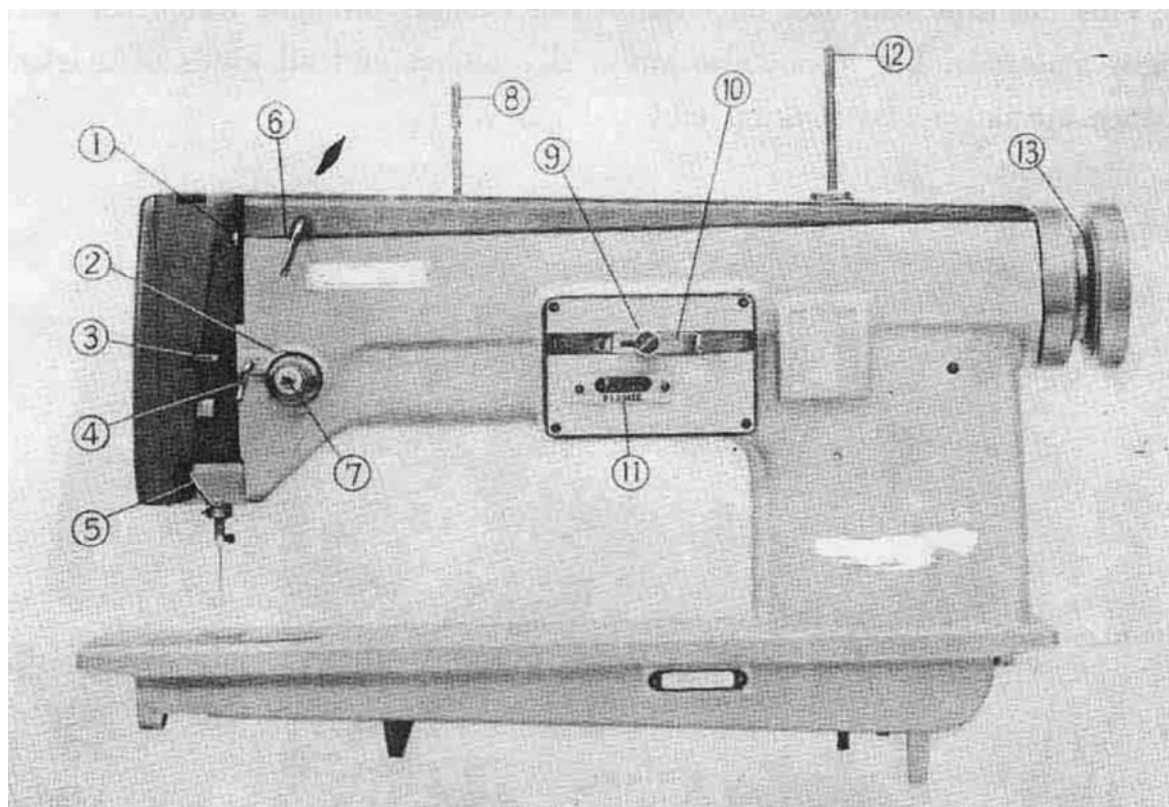
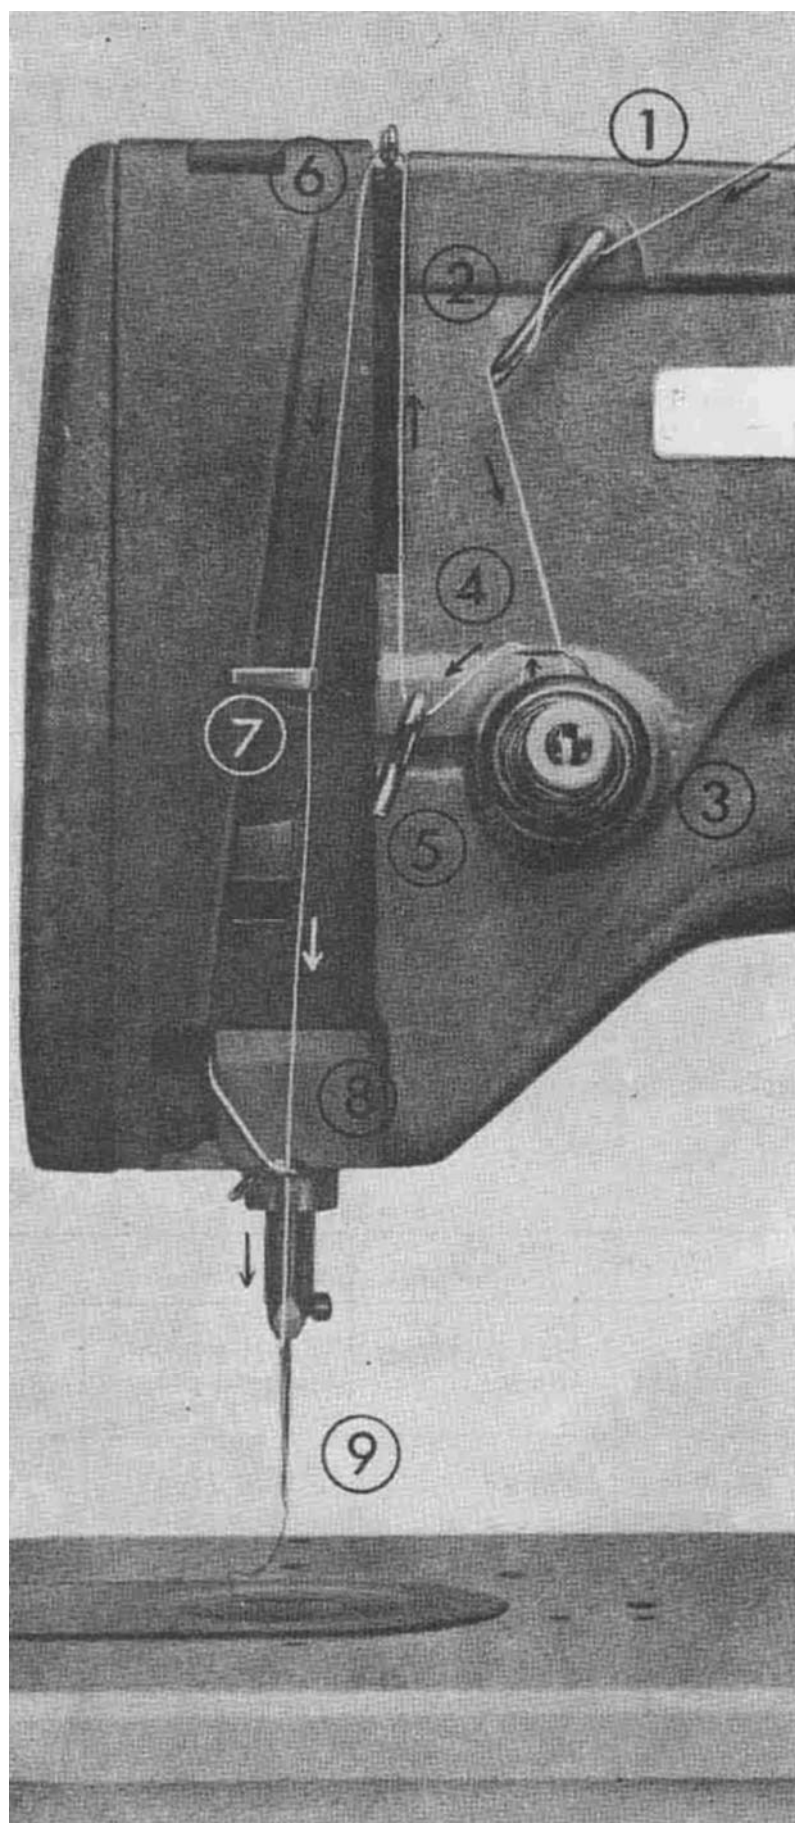

Рис. 2
Рис. 8
Продевайте игольную нить в последовательности, обозначенной цифрами на рисунке 8. Начинайте от направляющего штифта игольной нити ① (не указан на рис. 8) и продевайте нить до иглы ⑨ в указанном порядке. (Общий вид см. на рис. 2)
- ② Трехдырочный глазок нитепритягивателя
- ③ Натяжной шкив
- ④ Пружина нитепритягивателя
- ⑤ Направитель нитепритягивателя
- ⑥ Нитепритягиватель
- ⑦ Направитель рамочной нити, верхний
- ⑧ Направитель рамочной нити, нижний
- ⑨ Игла